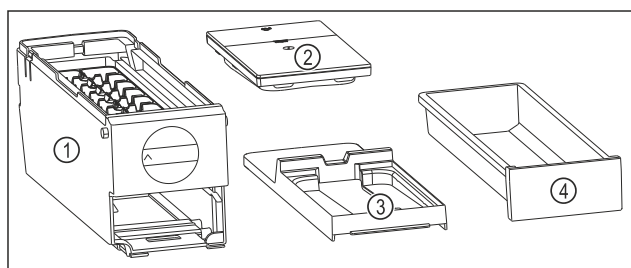

Fig. 80 Bestandteile des EasyTwist-Ice
- EasyTwist-Ice ist in vier Teile zerlegt. (siehe Fig. 80)
- EasyTwist-Ice nur in abgebildete Bestandteile zerlegen. (siehe Fig. 80)
- EasyTwist-Ice-Korpus Fig. 80 (1) als Ganzes reinigen.